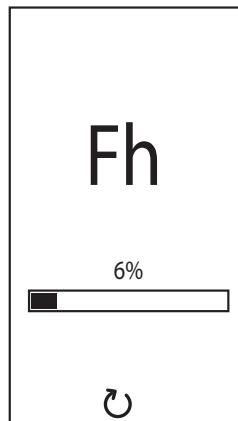

fig. 9 - Sfialto con ventilatore spento
- Nei successivi 280 secondi, prosegue il ciclo di sfialto con il ventilatore spento (fig. 9).